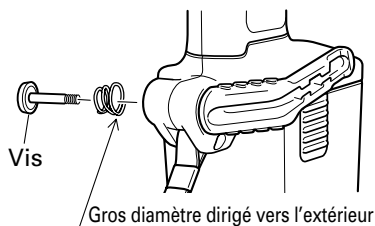

Fig. 8
- (c) Fixer le crochet et le ressort de l'autre côté et serrer à fond avec la vis. (Fig. 8)
Faire attention à l'orientation du ressort. Installer le ressort avec le gros diamètre loin de soi. (Fig. 8)